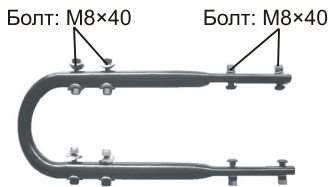

Рис. 2
1. Развинтите 4 болта М8х40 и 4 болта М8х30 соединительной трубы (рис. 2);